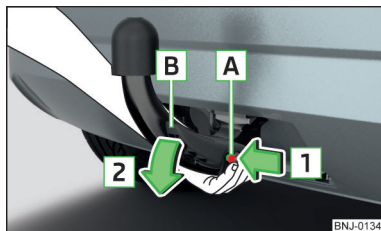

Fig. 252
- Agarre la barra de cabeza esférica **desde abajo** » fig. 252.